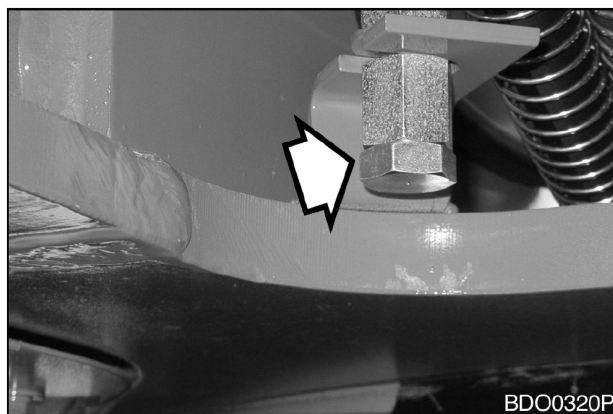

Рис. 68
2. Открыть сливное отверстие (рис. 68).